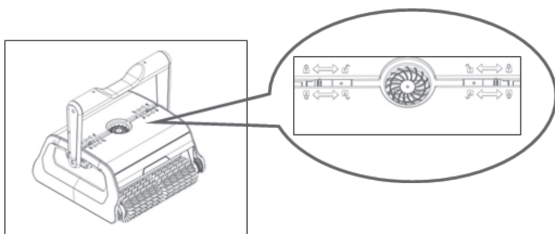

Figura 1
- Spingere le clip sul coperchio superiore fino alla posizione di apertura (vedi figura 1)